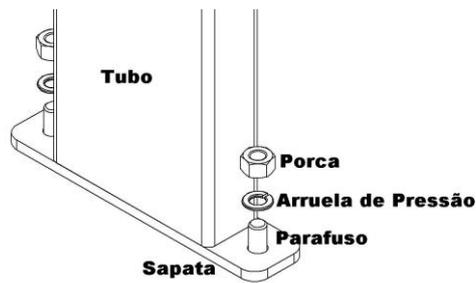
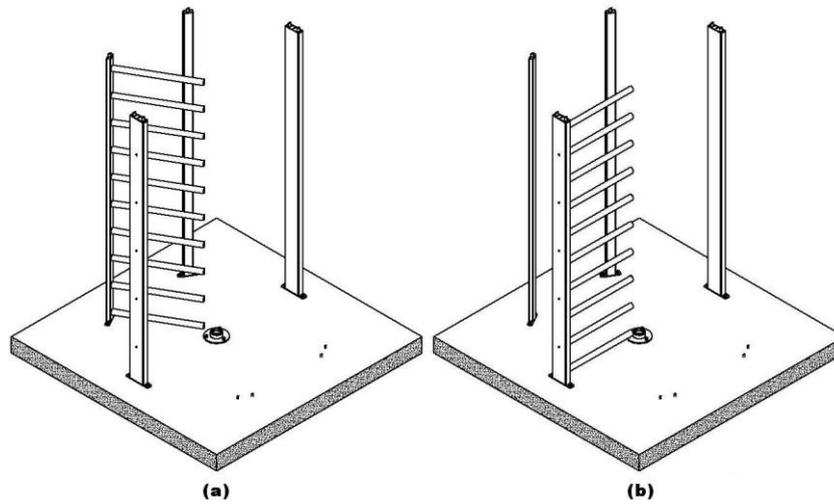

Figura 8: Elementos de Fixação da Estrutura
Figura 9: Montagem da Estrutura: (a) Torniquete de 2 Pentes; (b) Torniquete de 1 Pente
Fixar, com o uso de porcas e arruelas de pressão (ver figura 8), as estruturas laterais de sustentação do torniquete observando o posicionamento dos pentes de fechamento (ver figura 9).
- As duas estruturas frontais não devem ser fixadas nesta etapa (ver figura 9), a fim de permitir a passagem do braço central.